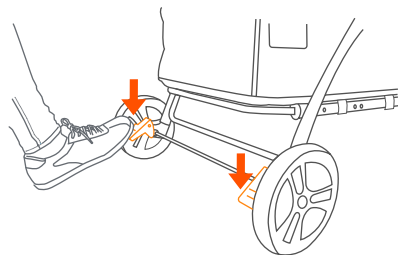

Fig. 11a
11) • To engage brakes, apply light downward pressure to the brake levers of the rear axle. The stroller may require slight forward or rearward movement in order to line up the teeth on the brake with each wheel brake cluster (Fig. 11a).
- Para activar los frenos, aplique una leve presión hacia abajo en las palancas de freno del eje trasero. El carrito podría requerir un leve movimiento hacia delante o hacia atrás para alinear los dientes del freno con el piñón del freno de cada rueda (Fig. 11a).
- Pour engager les freins, appliquer une légère pression vers le bas sur les leviers de frein de l'axe arrière. La poussette peut nécessiter un léger mouvement vers l'avant ou l'arrière afin d'aligner les dents du frein avec les trains d'engrenage de chaque frein de roue (Fig. 11a).